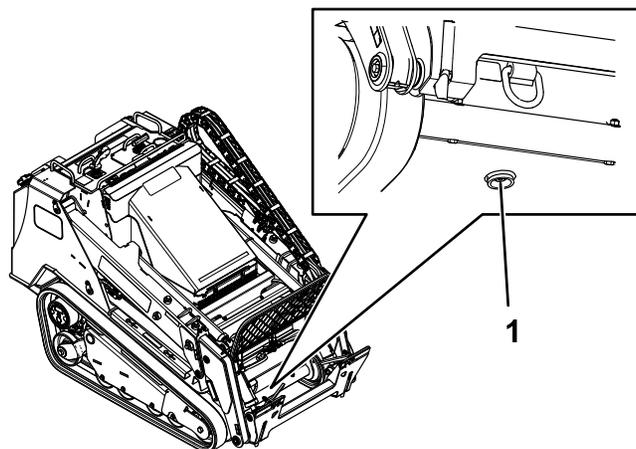

Рисунок 83
6. Разместите большой сливной поддон (емкостью 57 литров) под сливной пробкой в передней части машины (Рисунок 83).
7. Снимите сливную пробку и дайте маслу стечь в поддон (Рисунок 83).